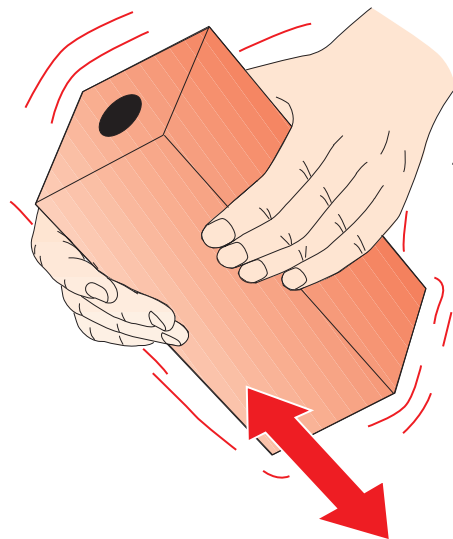

Fig. 11
- Skaka förpackningen minst 10 gånger (fig. 11).